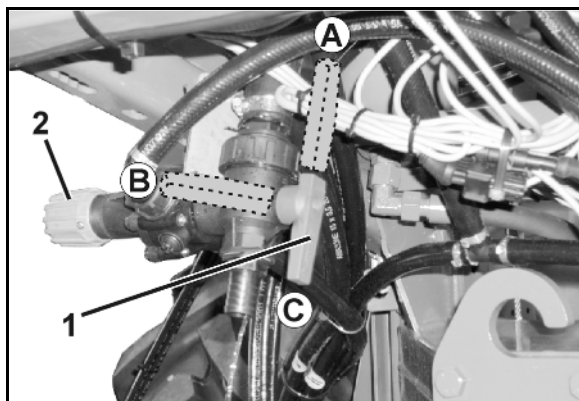

Fig. 109
- der DUS-Schalthein (Fig. 109/1).
- das DUS-Druck-Begrenzungs-Ventil (Fig. 109/2). Das DUS-Druck-Begrenzungs-Ventil ist werkseitig fest eingestellt und reduziert den Druck im Druck-Umlauf-System auf 1 bar.
- Befindet sich der DUS-Schalthein in Position (Fig. 109/A), ist das Druck-Umlauf-System eingeschaltet.
- Befindet sich der DUS-Schalthein in Position (Fig. 109/B), ist das Druck-Umlauf-System ausgeschaltet.
- Befindet sich der DUS-Schalthein in Position (Fig. 109/C), lässt sich Flüssigkeit aus der Feldspritze ablassen.